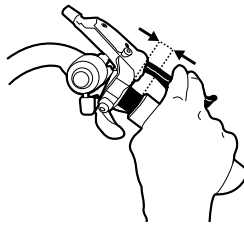

Figure 11. Écartement entre le levier de frein et la poignée
2. Réglez l'écartement du levier de frein avec la poignée de manière à pouvoir actionner le levier de frein avec deux doigts (*Figure 11*).